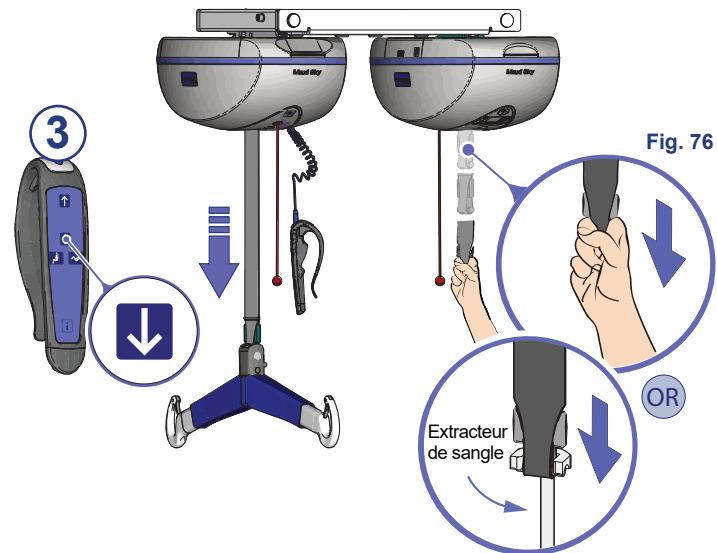

Fig. 76
2) Suivre les étapes indiquées dans la Fig. 76 pour régler le Maxi Sky 2 Plus en mode Double.